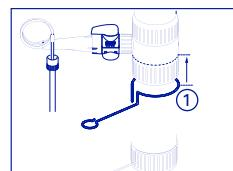

Fig. 12.3
③ Fix Jetpen™ holder (Fig. 12.3)
③ Jet-Pen™ Halterung montieren (Abb. 12.3)